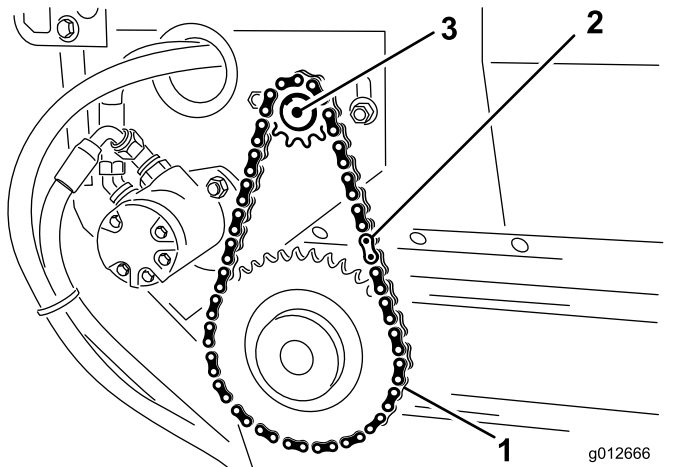

Bild 24
2. Entfernen Sie das Hauptkettenglied von der Kette und nehmen Sie die Kette von den kleinen Kettenrädern ab (Bild 24).